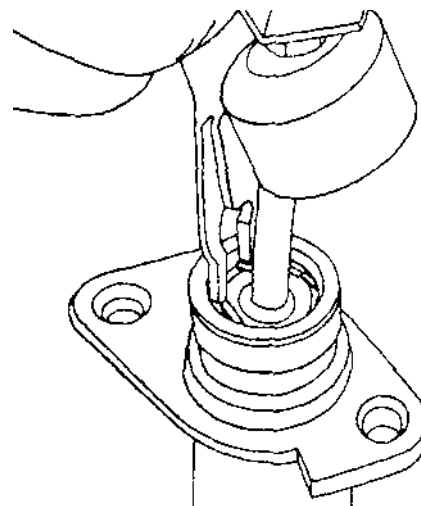

Рис. 4.1.16.
- Отодвинув защитную манжету цилиндра, извлечь с помощью круглогубцев стопорное кольцо (рис. 4.1.16).